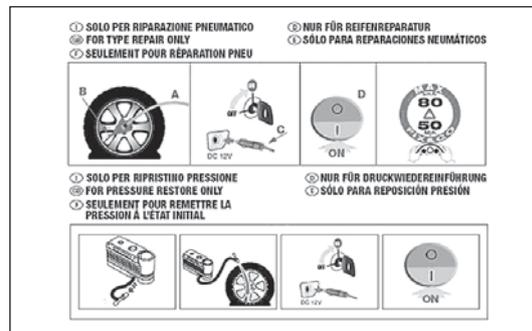

fig. 157
- un dépliant d'instructions (voir fig. 157), pour apprendre à se servir rapidement du kit de réparation rapide et qui sera ensuite remis au personnel chargé du traitement du pneu ;